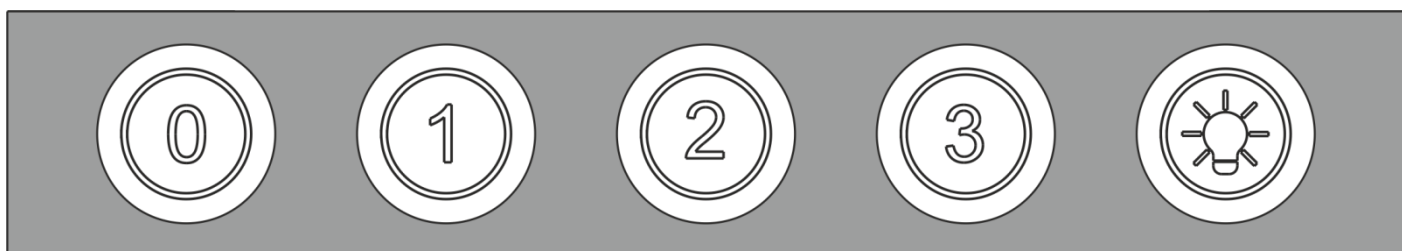

Рис. 5
7.3 На нижней плоскости корпуса размещен кнопочный переключатель режимов работы и включения ламп освещения (рис.5):